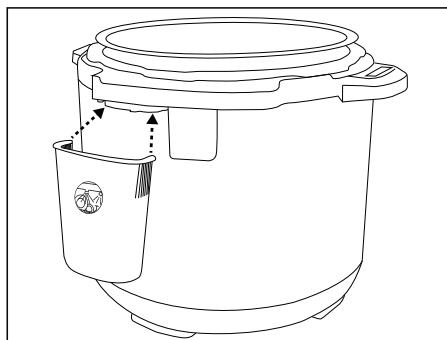

Fig. 3
- Poussez le réservoir d'eau condensée **16** sur le support **15** (fig. 3). Le réservoir d'eau condensée **16** récupère l'eau qui se forme lors de la cuisson.